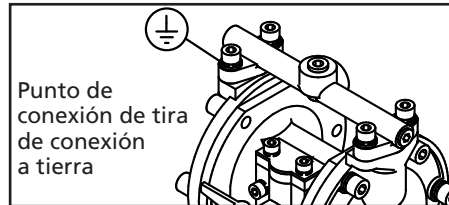

Figura 15
1. Cuando instale la bomba, asegúrese de conectar el conductor de tierra en la posición especificada. Para ver la posición especificada para conectar el conductor de tierra (consulte la Figura 15).